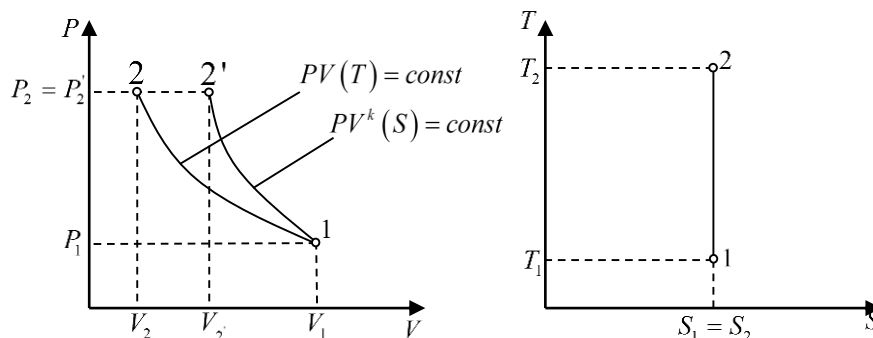

Рис. 5.4. Адіабатний процес в в PV і TS-координатах
4. Графічне зображення процесу в PV і TS-координатах (рис. 5.4.).